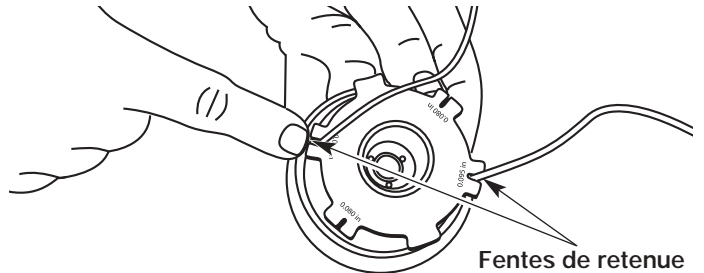

Figure 38
- Insérez les extrémités du fil dans les deux fentes de retenue (Fig. 38).